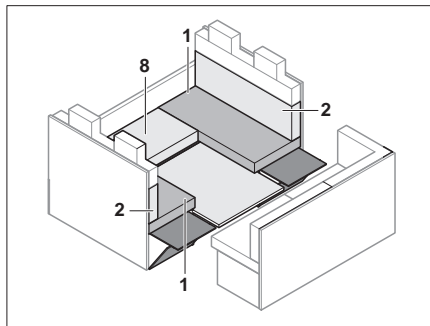

Fig. 153 Pendant la transformation
- Enlever le coussin d'assise (Fig. 153,8) et le sous-assement.